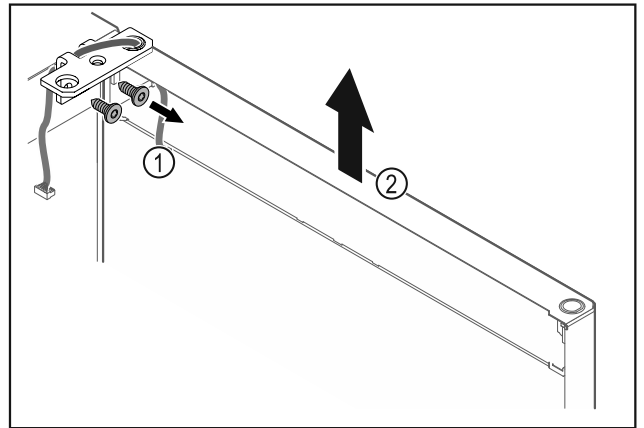

Fig. 19
- ▶ Desatornillar la escuadra de bisagra Fig. 19 (1).
- ▶ Levantar la puerta junto con la escuadra de bisagra Fig. 19 (2) aproximadamente 200 mm recta hacia arriba y retirar.